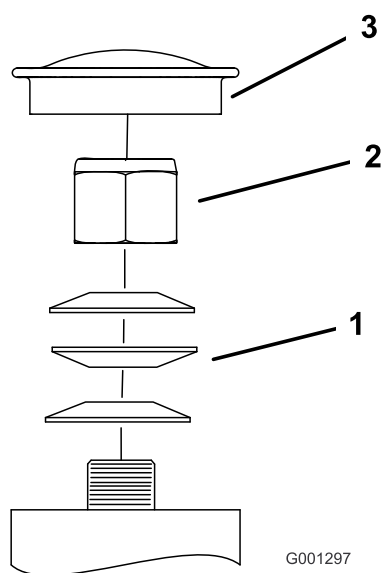

Figura 58
3. Retire el tapón anti-polvo de la rueda giratoria y apriete la contratuerca (Figura 58).
4. Apriete la contratuerca hasta que las arandelas de muelle estén planas, luego afloje la contratuerca 1/4 de vuelta para establecer la pre-carga correcta de los cojinetes (Figura 58).
Importante: Asegúrese de que las arandelas de muelle estén correctamente instaladas, según muestra Figura 58.
5. Coloque el tapón anti-polvo (Figura 58).